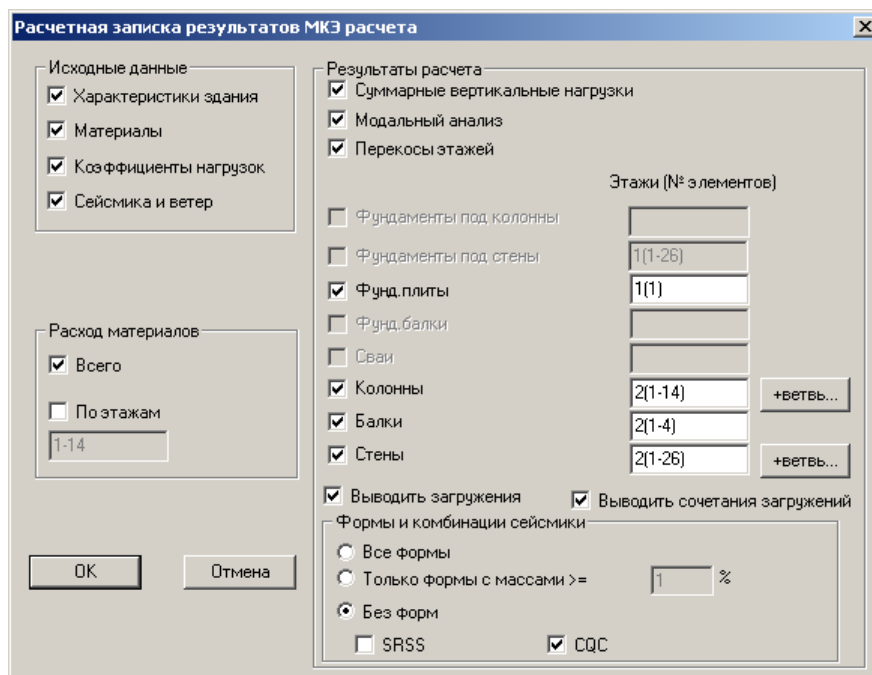

Рис.1.21.15. Окно диалога Расчетная записка результатов МКЭ расчета
- В открывшемся окне диалога **Расчетная записка результатов МКЭ расчета** (рис. 1.21.15) выполните следующие действия: